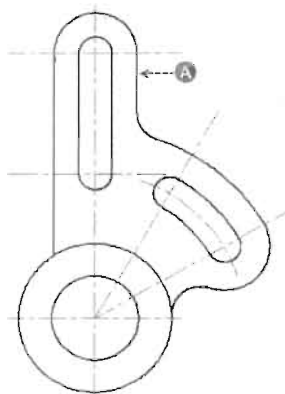

图 4-205
(15) 在命令提示行中输入 fillet 命令, 将图形进行圆角, 圆角半径为 7, 命令执行过程如下, 效果如图 4-205 所示。